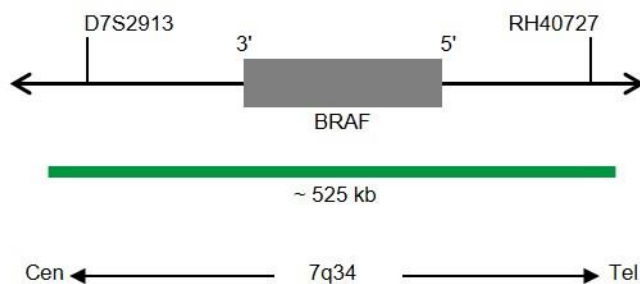

Abb. 1: SPEC BRAF Sondenlokalisierung (nicht maßstabsgetreu)
- ZyGreen (Anregung 503 nm/Emission 528 nm) markierten Polynukleotiden (~10 ng/ μ l), die gegen Sequenzen in 7q34* (chr7:140,266,210-140,792,511) gerichtet sind, welche die BRAF-Genregion enthalten (siehe Abb. 1).